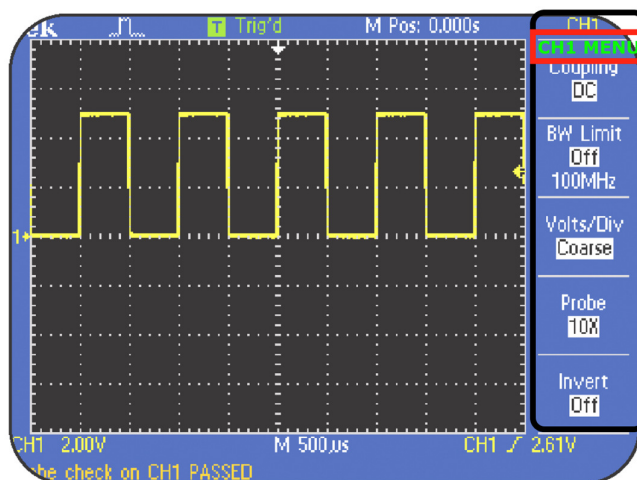

Figura 6. Meniul pentru canalul 1 (CH1 MENU) [3]
- **CH1/CH2 MENU** – afișează meniul pentru reglajele verticale, Figura 6. Acest buton are și funcția de a porni sau opri (**ON/OFF**) afișarea imaginii de pe canalul respectiv, prin apăsări succesive.